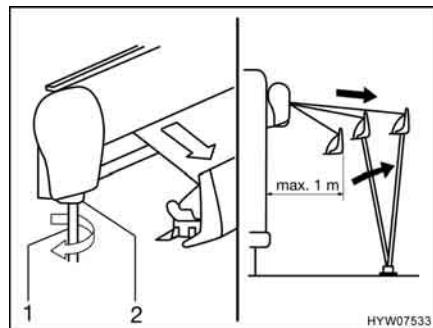

Fig. 25 Estrazione della tenda
- Inserire la manovella (Fig. 25,1) nel supporto a baionetta (Fig. 25,2) della tenda e girarla in senso antiorario.